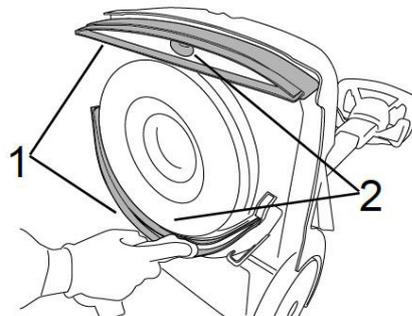

Abb. 24: Reinigen der Saugleiste
- Wischen Sie die beiden Saugleisten (1, Abb. 24) mit einem feuchten Tuch ab
- Die Saugelassanschlüsse beider Leisten (2, Abb. 24) ebenfalls einem feuchten Tuch reinigen